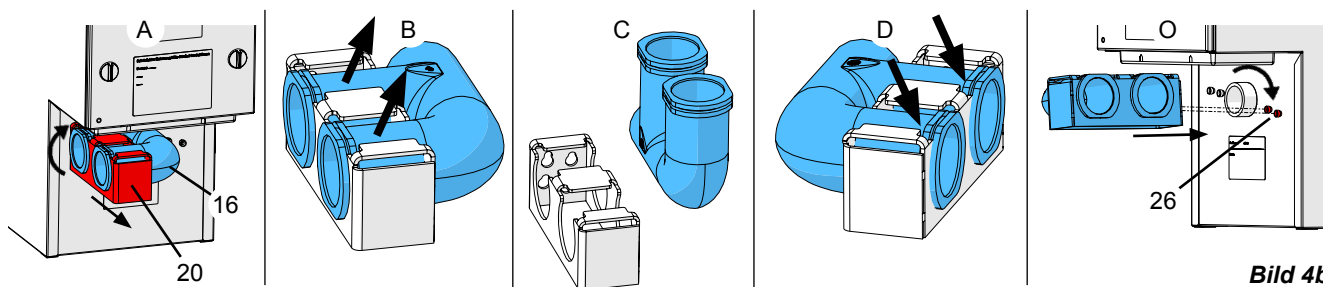

Bild 4b
- ⇒ Placera insugsgrenröret (16) på avgassystemets sugmunstycke och häng fästet (20) i fästskruvarna (26, bild 4b).